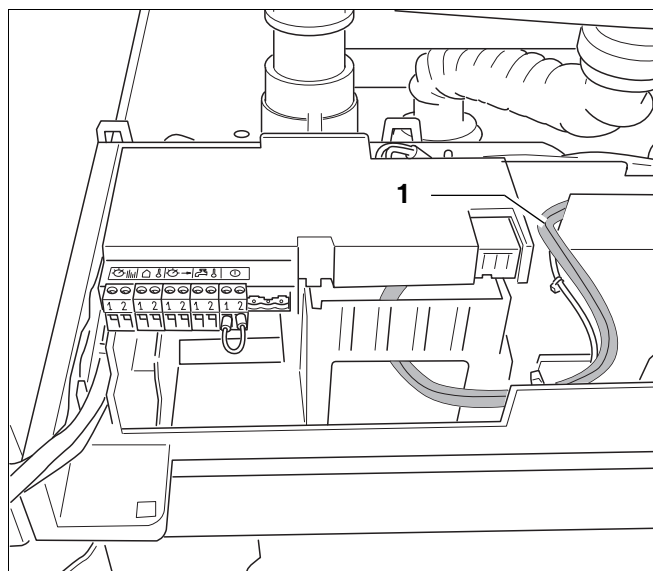
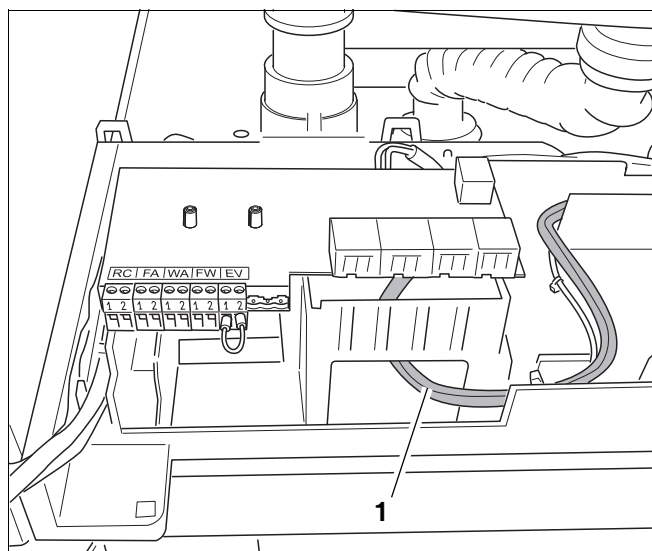

Fig. 38 Pumpens 230 VAC-kabel
Fig. 39 Pumpens 230 VAC-kabel trækkes ud
- Rul 230 VAC-kablet (fig. 38, pos. 1) ud, og træk det ud gennem kedlen (fig. 39).